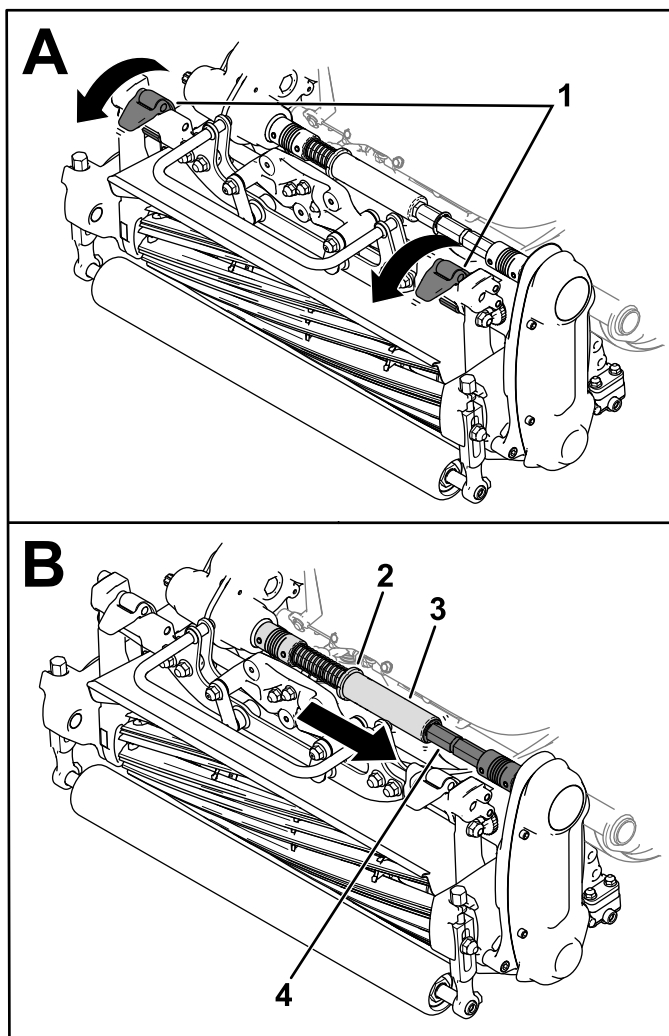

Bild 37
3. Bewegen Sie die Aufhängeriegel nach unten, um das Mähwerk an der Maschine zu befestigen (Bild 37).
4. Bewegen Sie den Bund aus der Nut der Kupplungswelle des Getriebes und führen Sie das Sechskantrohr in die Kupplungswelle des Mähwerks ein (**Bild 37**).